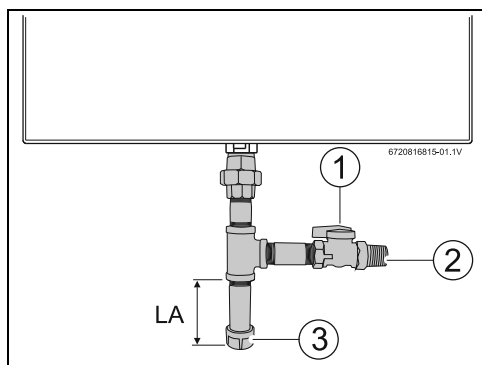

Fig. 25 Raccordement de gaz
- Le National Fuel Gas Code impose qu'un piège (collecteur) à sédiments soit installé sur les appareils à gaz qui n'en sont pas équipés. Le collecteur de sédiments doit être accessible et non exposé à des conditions de gel. Procéder à l'installation selon les recommandations du fournisseur de gaz, voir fig. 25.